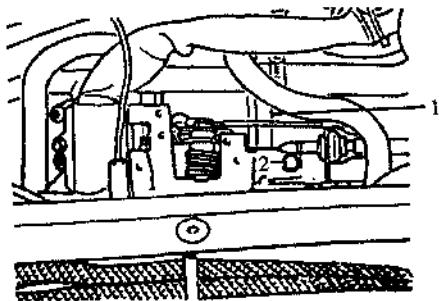

图 4.12 拆下油门拉锁和拉锁支架
- ① 记录收录机编码, 然后拆下蓄电池接地线, 再拆下十字支柱、左右空气管道支座和空气滤清器管道。
- ② 拆下空气滤清器的上部件, 在其上面有 4 个螺栓, 后面有 3 个螺栓, 均一一拧下。
- ③ 拆下空气滤清器的下部件, 拆时先将部件向后推, 再向上取出。
- ④ 拆下点火开关线束止推板。
- ⑤ 拆下左右分电器盖(线束仍保持连接), 用电线将两个分电器盖系在曲轴箱进气软管上。
- ⑥ 拆下油门拉锁(需拆下两边的卡箍), 拆下拉锁支架, 如图 4.12 所示。